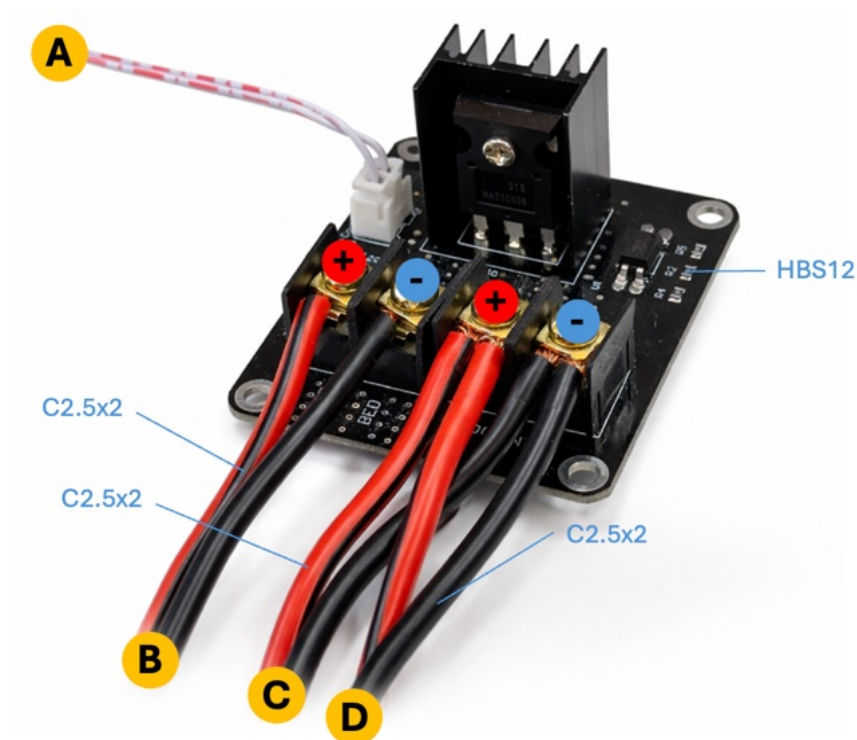
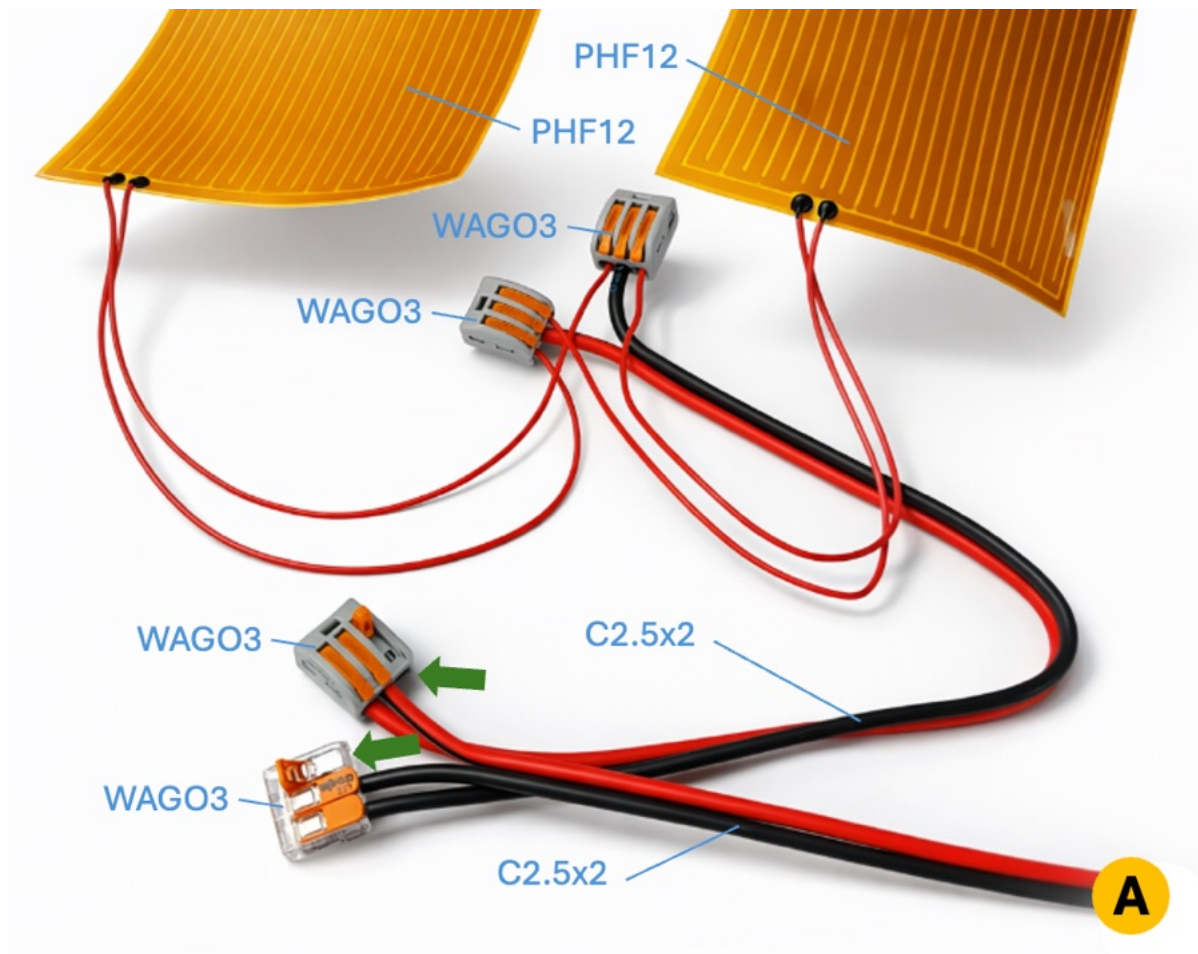

Abbildung 29 Anschlüsse am 12V Heizbett-Leistungsmodul.
Abbildung 30 Heizfolien PHF12 mit Verkabelung.
Nun stecken Sie mittig zwei WAGO3 Klemmen an offenen Enden der zentralen Zuleitung zum Heizbett-Leistungsmodul HBS12 (B) in Abbildung 29 und (A) in Abbildung 30. In die freien Plätze stecken Sie die beiden Heizfolienpaare. Auf die Polarisierung müssen Sie hier nicht achten, aber optisch schöner sieht es aus, wenn die schwarzen und roten Leitungen nicht vermischt werden. Die grünen Pfeile zeigen die Anschlüsse für das zweite Folienpaar.